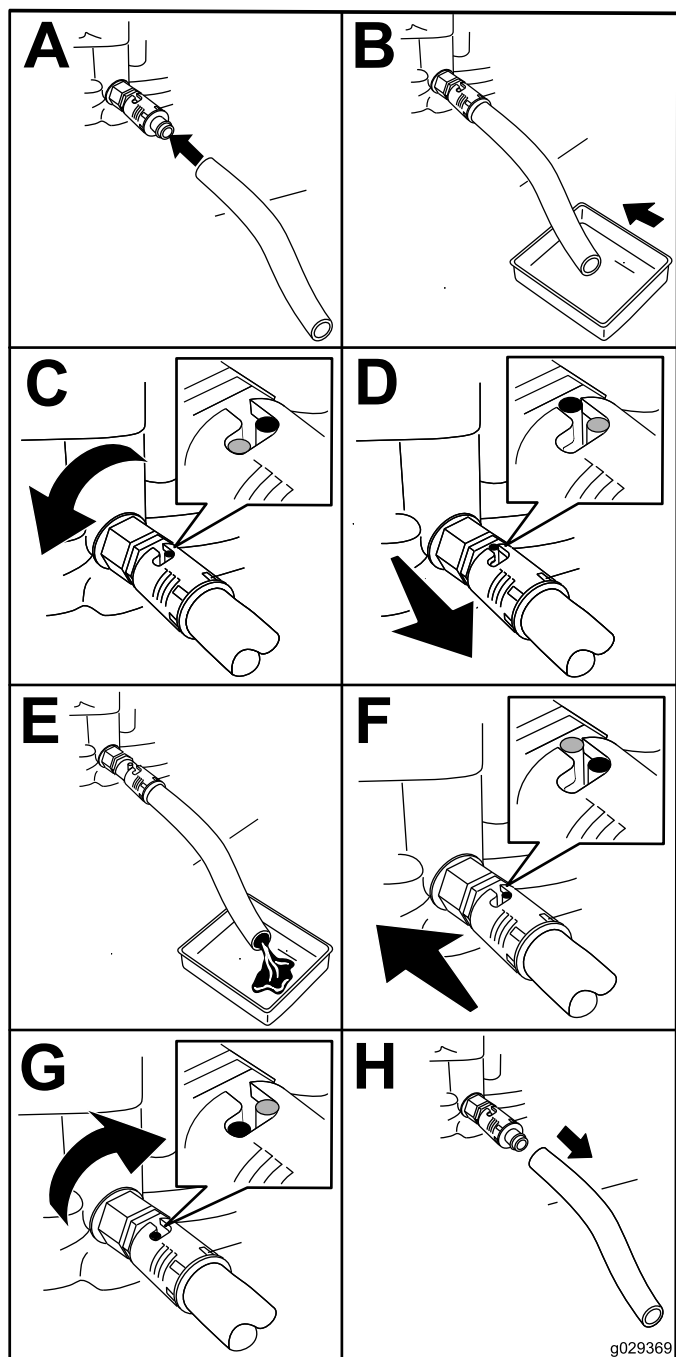

図 29
1. ドレンバルブに、ドレンホースを接続する **図 29**。
2. 容量 1 リットル程度の廃油受けの中にホースの端 **図 29** を入れる。
3. ドレンバルブを左に ¼ 回転させ、エンジンオイルが完全に抜けるのを待つ **図 29**。
4. ドレンバルブを右に ¼ 回転させてバルブを閉じる **図 29**。
5. ドレンホース **図 29** を外し、こぼれたオイルをふき取る。